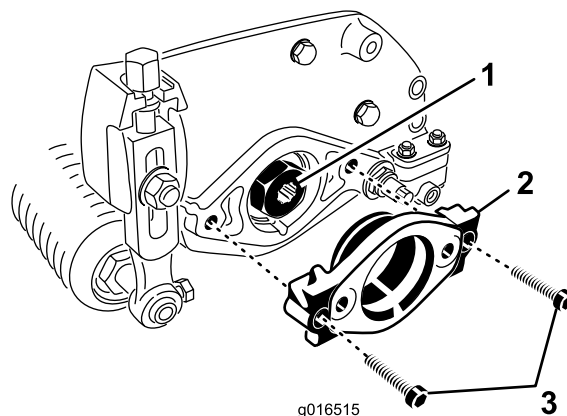

図 8
2. カッティングユニットの左側にモータマウントを固定している六角穴ねじ2本を外す。モータマウント取り付け部を取り外す図8。
3. 駆動スプライン内側面にグリスを塗る図8。
4. カッティングユニット左側で、モータマウントのOリングに薄くオイルを塗り、先ほど取り外した六角穴ねじ2本を使ってモータマウントをカッティングユニットに取り付ける図8。各ねじを 16-20 N-m 12-15 ft-lb = 1.7-2.1 kg.m にトルク締めする。